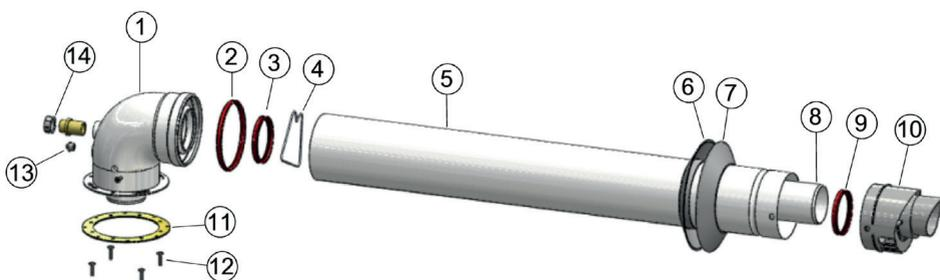

Figura 16 Set camino concentrico caldaia ermetica
- Fissare la flangia sotto il pezzo di Curva (1) che si trova nella Figura 16 con le Viti di Collegamento Flangia (11) ai fori della caldaia utilizzando la Guarnizione Flangia (10).
- Le 2 Guarnizioni di Tenuta (2) fornite con il set camino ermetico verranno posizionate nelle sedi interne dei tubi che si trovano nelle boccole della Curva da 90°.
- Per raggruppare il terminale di uscita camino, infilare la guarnizione della parete esterna (EPDM) al terminale camino come da Figura 16. Dopo aver effettuato il passaggio del terminale d'uscita del camino dalla parte esterna della parete e dal foro precedentemente creato, montare la Guarnizione di Collegamento della Parete Interna (7) al terminale camino. Infilare nel terminale d'uscita del camino una parte della guarnizione di collegamento EPDM che avete montato sulla curva da 90° del